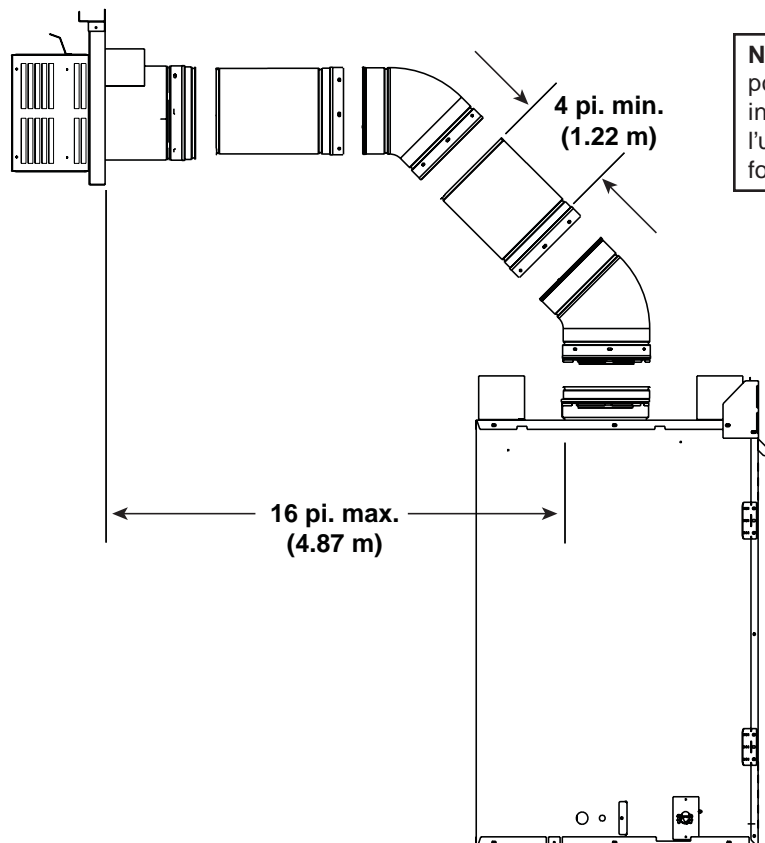

Figure 7.3
Pour remplacer le premier coude de 90° de départ par deux coudes de 45°, voir la Figure 7.3. Tous les autres coudes de 90° peuvent être remplacés par deux coudes de 45°.
- Les coudes peuvent être placés dos à dos partout dans le système en autant que le premier coude de 90° est un coude de départ, sauf dans le cas de la configuration illustrée sur la Figure 7.3.